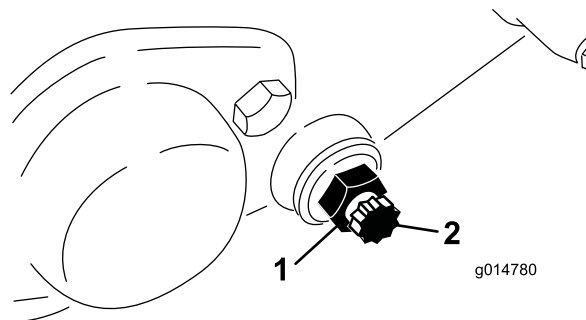

Figure 55
3. De chaque côté de la machine, desserrez l'écrou de blocage qui maintient le boulon de la barre d'appui (Figure 55).
4. Retirez les boulons de la barre d'appui de façon à pouvoir abaisser la barre et la déposer de la machine. Mettez de côté les 2 rondelles en nylon et les 2 rondelles en acier estampé de chaque côté de la barre d'appui (Figure 55).